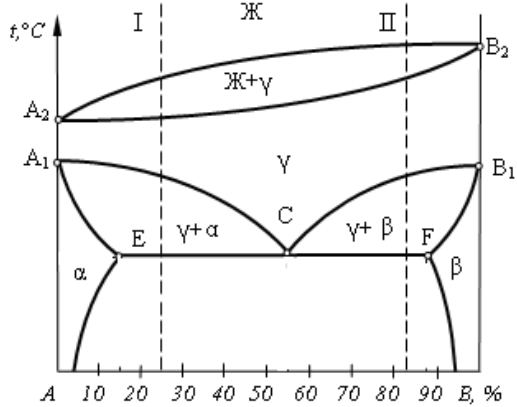

Рис. 5
56. Слав *II* называют (рис. 5):